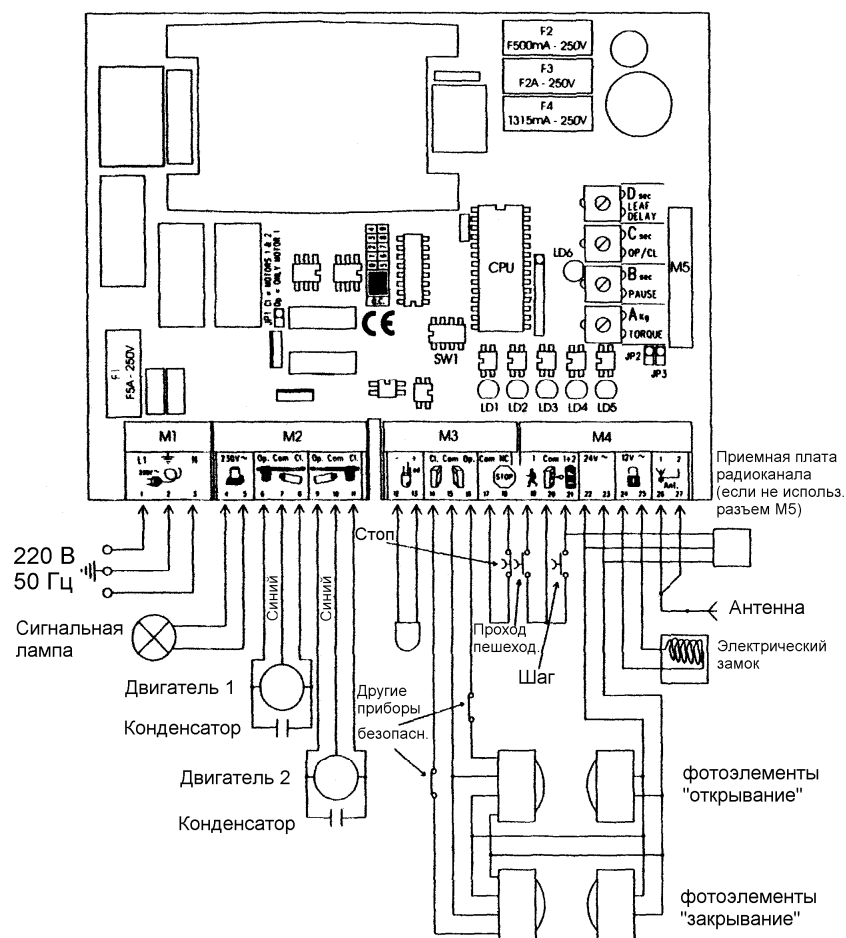

Рис. 1 Назначение контактов разъемов и органов управления блока A274.
- Выполните все электрические соединения в соответствии с рис. 1. Отключите фотоэлементы (при их наличии), установив вместо них перемычки.